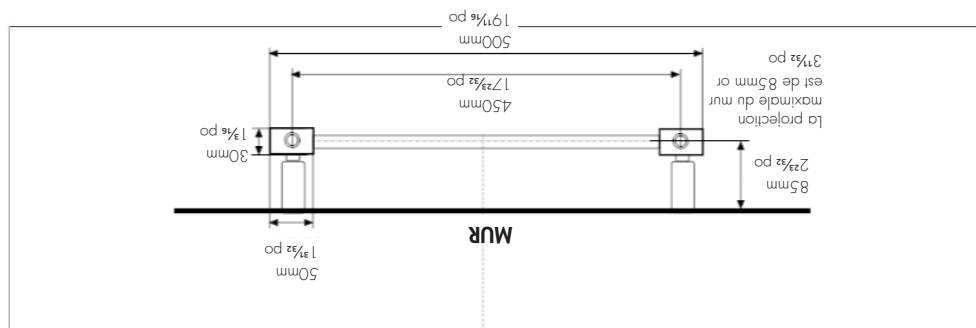

Figure 2
2. Une alimentation électrique passe ensuite du boîtier électrique du contrôle à un boîtier électrique simple (inur chauffe-serviettes). L'emplacement de cette boîte électrique détermine l'emplacement de votre chauffe-serviettes (voir figure 2).
3. Des montants muraux ou un contreplaqué sont nécessaires dans le mur à tous les emplacements des supints. Voir la figure 2 inur l'emplacement des supints.